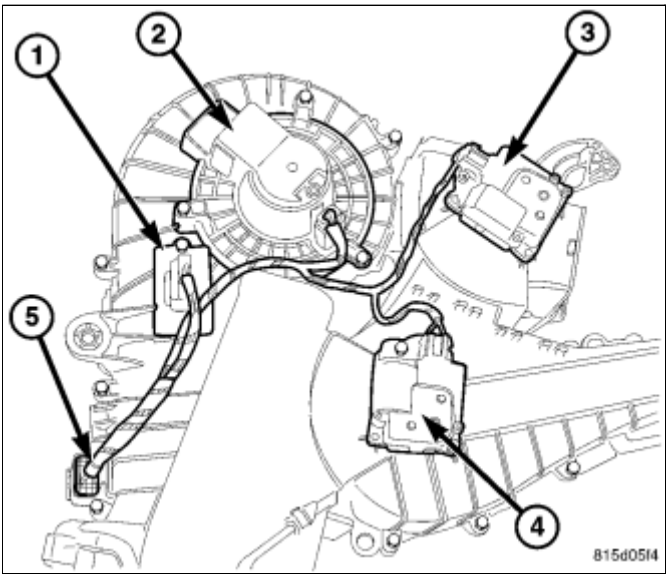

图 3 后HVAC电线线束
8. 从后鼓风机电机电阻或电源模块（根据应用）、后鼓风机电机、后模式风门执行器和后混合风门执行器分离后HVAC电线线束(图 3)。